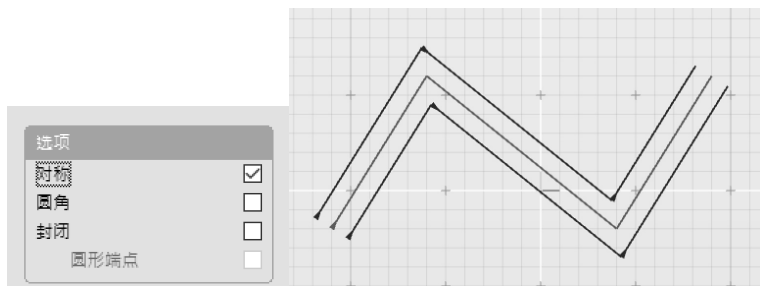

图 3-46 勾选“对称”复选框(左) 绘制两条对称的偏移曲线(右)
3) 保持偏移曲线选中, 在控制面板中勾选“对称”复选框, 可获得相应对称的偏移效果, 如图 3-46 所示。